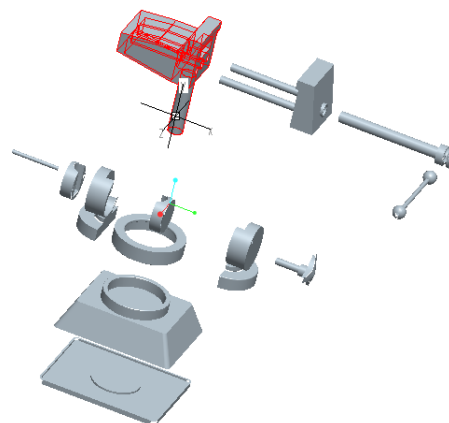

図 9-17 直線移動による分解
- 同様な手続きで部品を分解していくと図 9-17 に示すように細かく分解することができる。